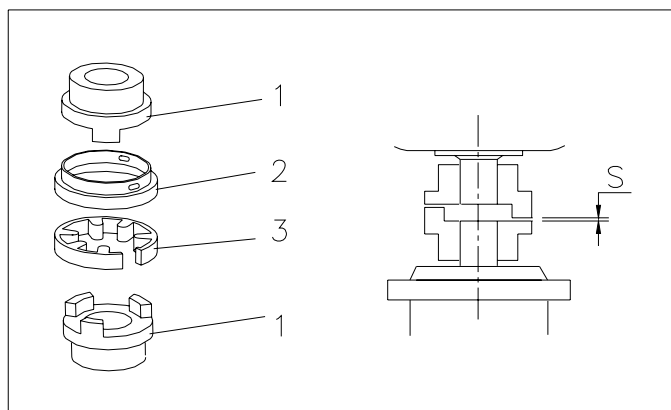

Fig. 8.2
Retire las cubiertas protectoras de la caja de la linterna y compruebe que no hay movimiento libre en el acoplamiento. Retire las dos tapas (fig. 8.2, pos. 2) desenroscando los tornillos de fijación. Retire el elemento de goma (3) y compruebe el desgaste. Si se deben cambiar los componentes metálicos, vaya al capítulo 8.6.4.